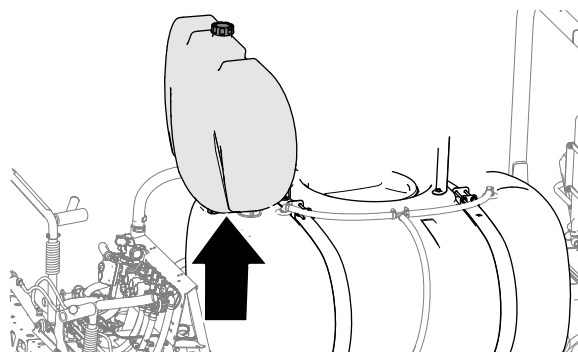

Figura 5
6. Retire o depósito de lavagem da máquina (**Figura 5**).